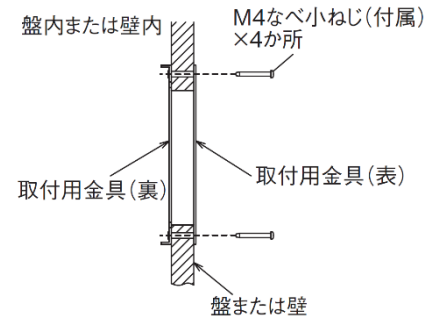

図3.4.4
- 取付金具を固定するときは、正しい方向に取り付けられていることを確認してください。(図3.4.4)